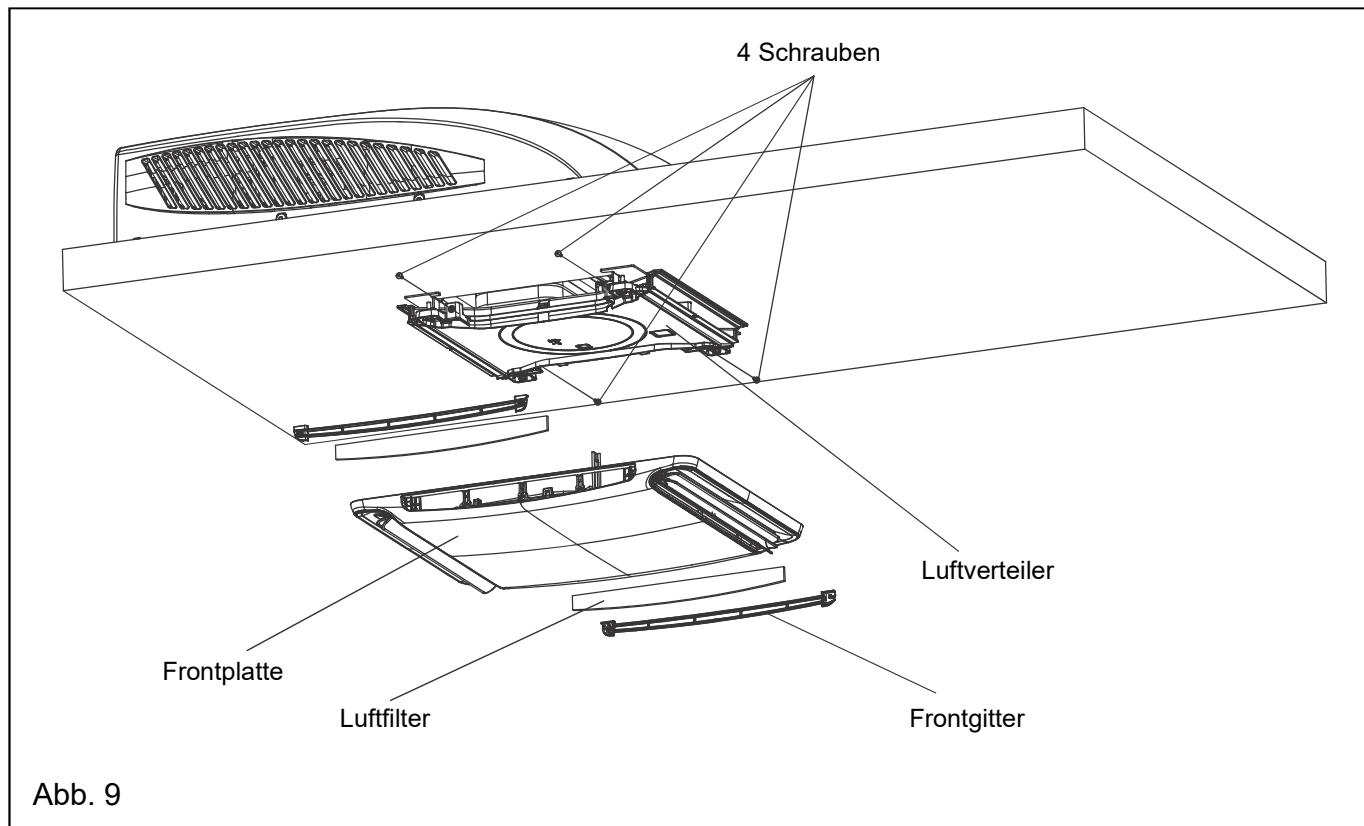

Abb. 9
2. Befestigen Sie die Frontplatte am Luftverteiler der Inneneinheit mit 4 Schrauben. (Siehe Abb. 9.)